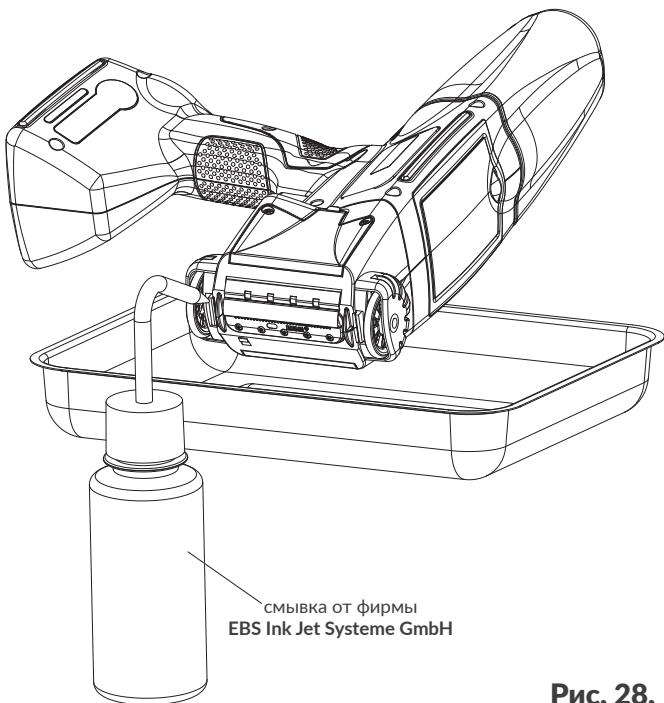

Рис. 28.
2. Наклоните принтер набок и слегка вниз (см. **Рис. 28**); такое расположение принтера позволит свободно вытекать загрязненной смывке.